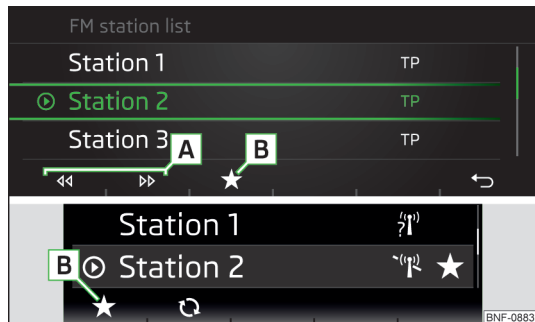

Fig. 101
**Listă posturi** » fig. 101
În benzile de frecvențe **AM** și **DAB**, actualizarea se face manual, prin apăsarea tastei funcționale » fig. 101.